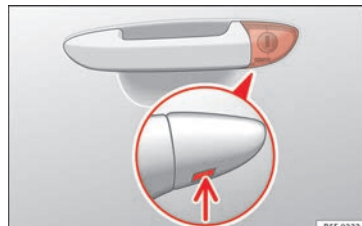

Bild 3 Förardörrens handtag: Dold låscylinder
- För in nyckeln i den nedre öppningen på förardörrhandtagets lock nedifrån » **bild 3** (se pilen) och ta sedan bort locket uppåt.